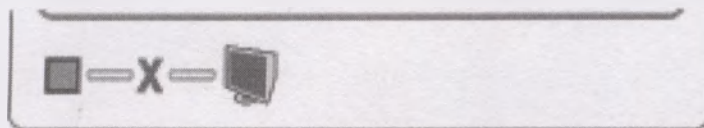

Рисунок 63
9.4 Символы ошибок – см. рисунок 63.